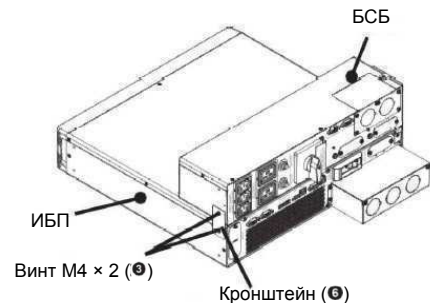

Рисунок 1
Номерами 1–11 на рис. 1–10 обозначены стандартные принадлежности, перечисленные в разделе 3 Упаковочный лист
- Соедините ИБП и блок сервисного байпаса с левой стороны с помощью кронштейна (6) и двух винтов M4 (3). См. Рисунок 1.
Номерами 1–11 на Рисунок 1–10 обозначены стандартные принадлежности, перечисленные в разделе 3 Упаковочный лист
- Номерами 1–11 на Рисунок 1–10 обозначены стандартные принадлежности, перечисленные в разделе 3 Упаковочный лист